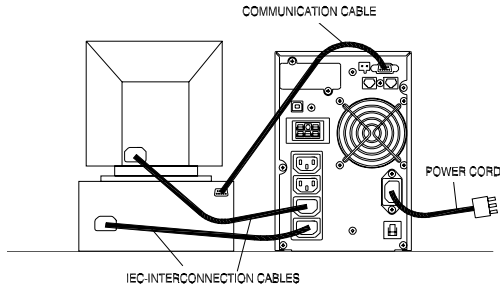

Fig. 3 Beispiel der Installation von Plug & Play Produkten
- Nach dem Aufladen der Batterien können die Lasten angeschlossen werden. (Fig. 3)